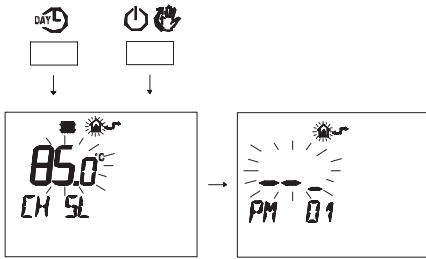

Figura 5.58
- Premere contemporaneamente i pulsanti **DAY** e **☀** per entrare nella programmazione trasparente (Figura 5.58).